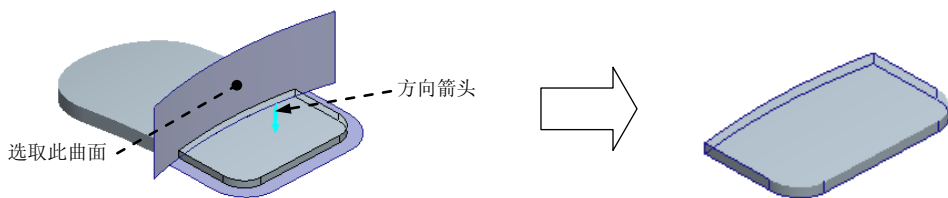
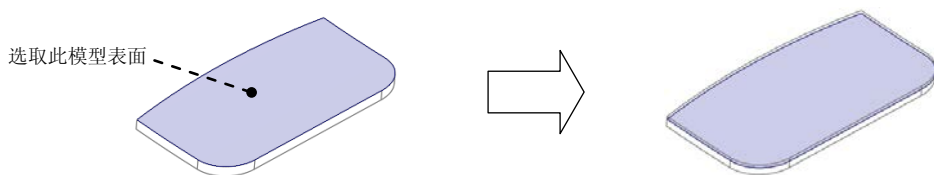

图 6.6.29 创建实体化特征
图 6.6.30 创建偏距曲面
- (1) 选取图 6.6.29 中的曲面为实体化曲面对象。
- (2) 单击 **模型** 功能选项卡 **编辑** 区域中的 **实体化** 按钮，并按下“移除材料”按钮 .
- (3) 确定要保留的实体。单击调整图形区中的箭头使其指向要去除的实体，如图 6.6.29 所示。
- (4) 单击“完成”按钮 ，完成实体化操作。
Step2. 创建偏距曲面。选取图 6.6.30 所示的模型表面，单击 **偏移** 按钮；在操控板中的偏移类型栏中选取 ，在操控板中输入 **偏距值** 0.7，并单击  按钮调整偏移方向；然后单击“完成”按钮 .
说明：图 6.6.30 所示的视图与图 6.6.29 正好是反向。